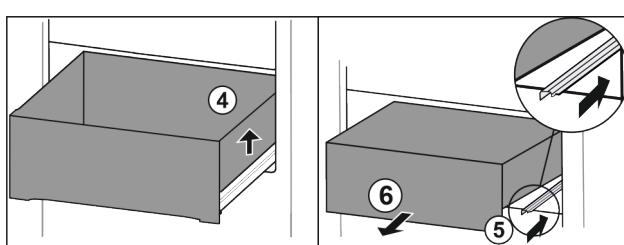

Fig. 63
- Приподнимите выдвижной ящик справа. Fig. 63 (4)
- Вставьте правую направляющую. Fig. 63 (5)
- ▶ Извлеките выдвижной ящик движением вперед. Fig. 63 (6)